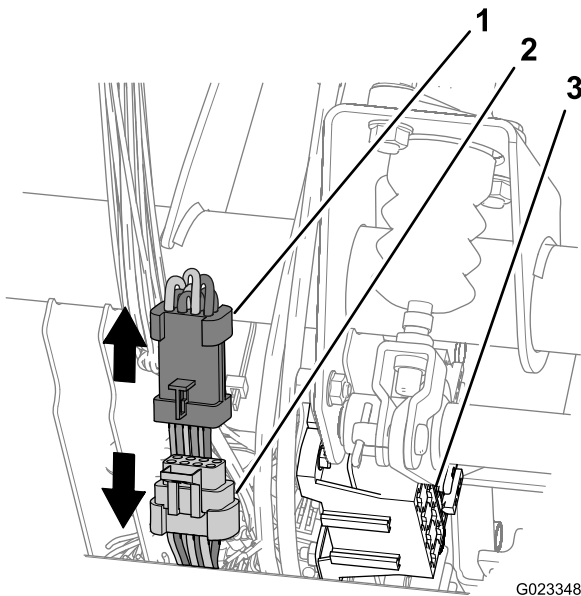

Figura 21
1. En la parte delantera de la máquina y junto a la caja de fusibles, localice los conectores de 8 terminales macho y 8 terminales hembra para los arneses delantero y trasero de la máquina (Figura 21).
2. Desconecte los conectores de 8 terminales macho y 8 terminales hembra para los arneses de cableado delantero y trasero (Figura 21).